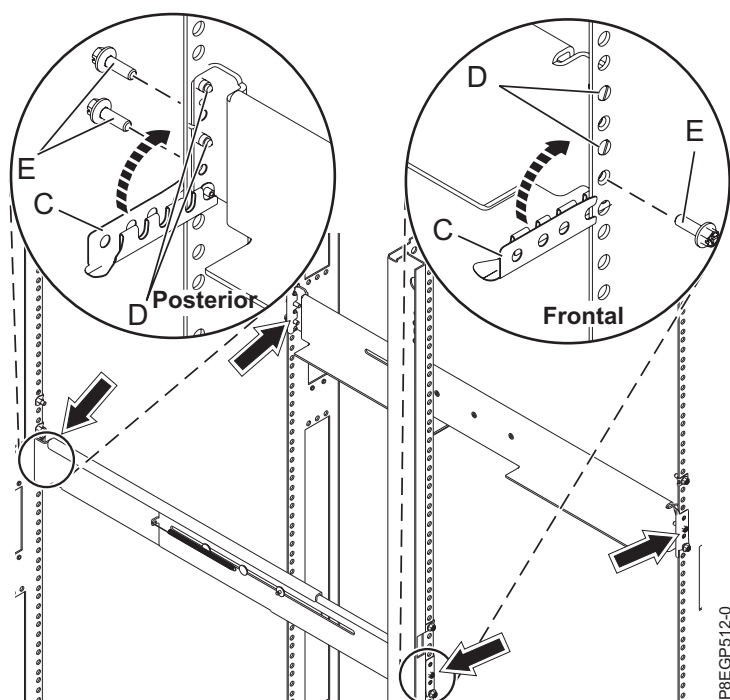

Figura 6. Fijación de los rieles
- a. Extienda el riel derecho e inserte las patillas del riel (**D**) en los dos agujeros de montaje inferiores marcados en el bastidor de forma que el riel mire hacia arriba, tal como se muestra en Figura 6 en la página 9
- b. Gire hacia arriba la abrazadera frontal (**C**) para fijar el riel en su lugar, tal como se muestra en Figura 6 en la página 9.